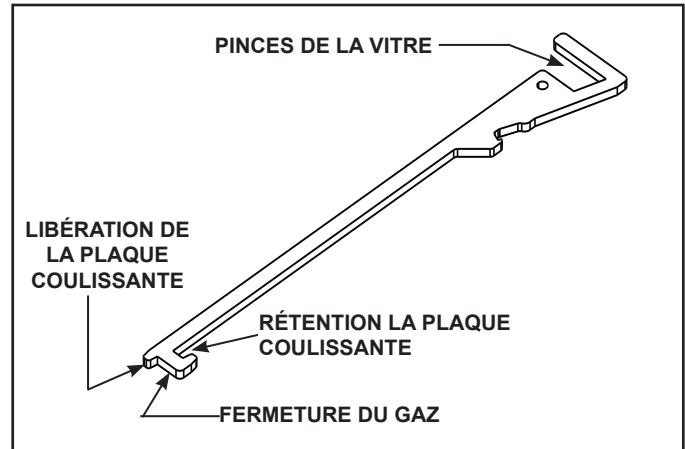

Figure 2.1 Outil multifonction
- Voir la figure 2.1 pour les caractéristiques de l'outil multifonction.
- Voir la figure 2.1 pour les fonctions / caractéristiques de l'outil multifonction.